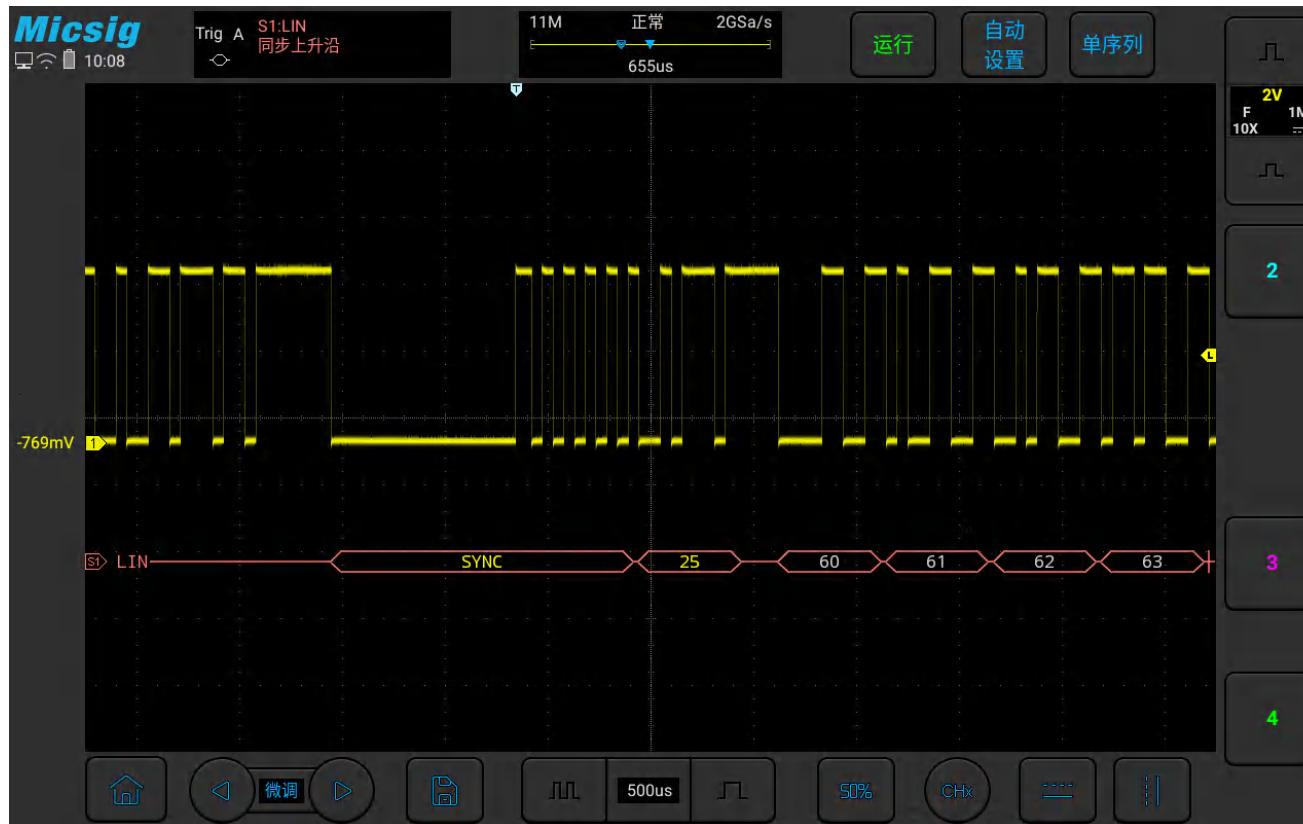

图11-12 LIN 图形界面
- (1) 轻点 S1 打开解码通道，再次点击打开总线配置菜单；
- (2) 选择总线类型为“ LIN”，依次点选“ Ch1” “空闲高” “ 9.6kb/s”， 然后关闭菜单；
(3) 打开触发方式配置菜单，点选“同步上升沿”；
(4) 点按配置信息，打开解码通道阈值电平调节框，上下拖动调节框可以调节阈值电平；根据信号的幅值电平调节阈值电平使信号稳定触发。LIN 触发图形界面见图 11-12：